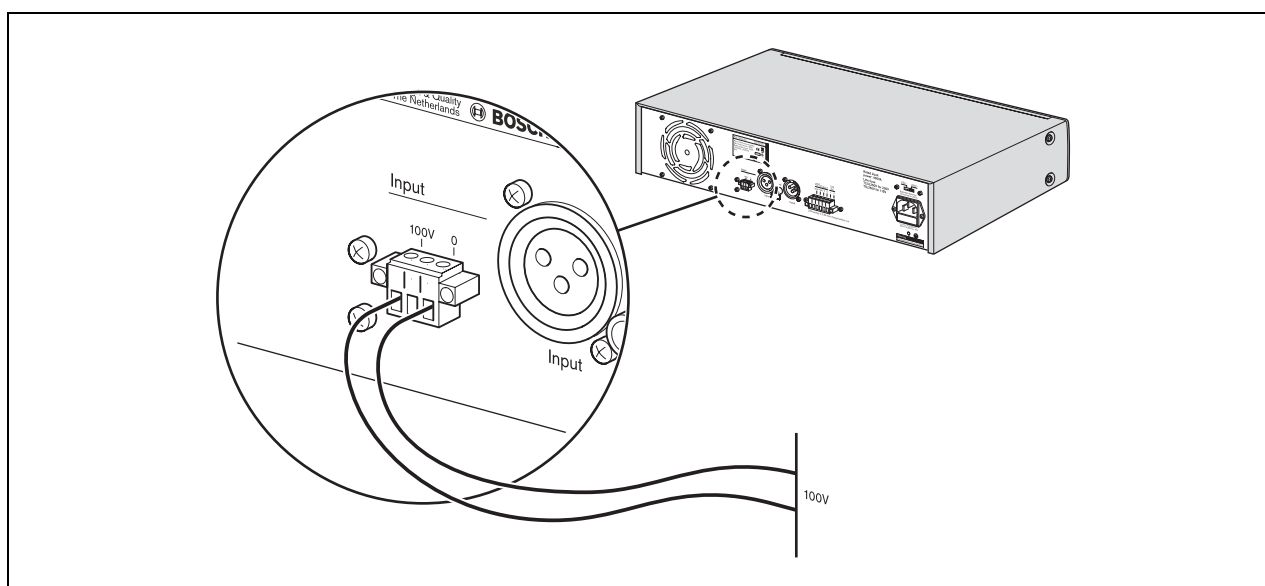

figura 4.2: Connessione del segnale d'ingresso a 100 Volt
È possibile collegare un segnale d'ingresso a 100 V al connettore a vite di tipo europeo (2) sul retro dell'unità come mostrato in figura 4.2.